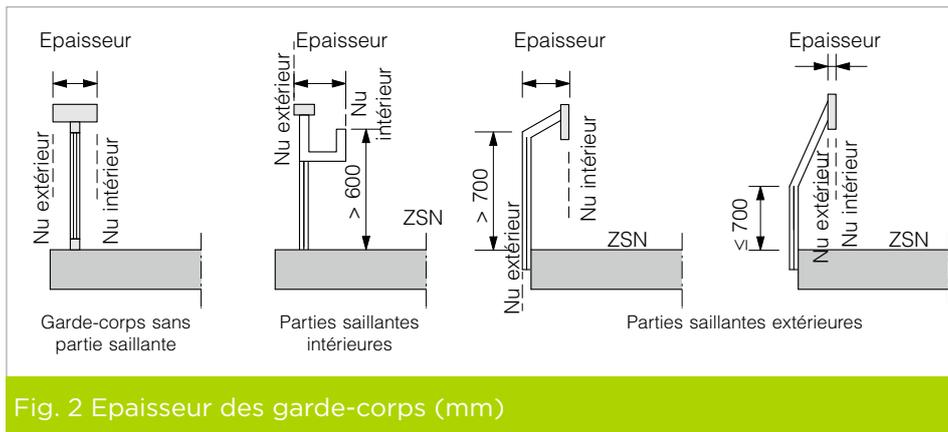

Fig. 2 Épaisseur des garde-corps (mm)
- ▶ l'épaisseur du garde-corps, soit la distance horizontale entre ses nus intérieur et extérieur (cf. figure 2). On distingue les garde-corps minces (épaisseur ≤ 200 mm) des garde-corps épais. Certains présentent des parties saillantes intérieures ou extérieures pouvant contribuer à leur élargissement. Pour que celles-ci puissent être prises en compte dans la détermination de l'épaisseur des garde-corps, elles doivent augmenter significativement la sécurité des personnes vis-à-vis des chutes. Ainsi, les parties saillantes intérieures doivent effectivement limiter l'avancée du corps et la possibilité de se pencher vers l'avant. Pour ce faire, elles doivent se situer à plus de 600 mm au-dessus de la zone de stationnement normal. Les parties saillantes exté-